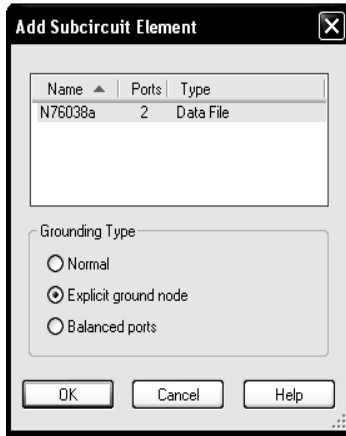

Рис. 4.8
- Откроется окно **Add Subcircuit Element** со списком всех имеющихся в проекте подсхем (рис. 4.8).